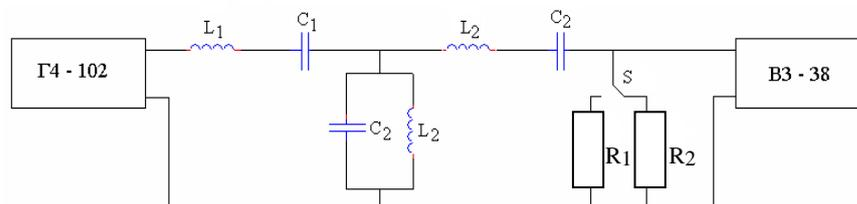

Рис. 7
- 5.1 Собрать схему измерений (рис. 7).